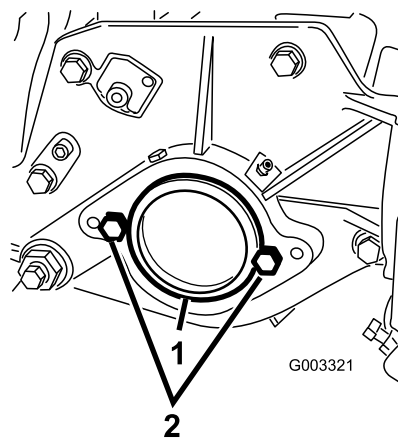

Figura 13
2. En el extremo derecho de la unidad de corte, retire el tapón de plástico del alojamiento del cojinete (Figura 13).
3. Retire los 2 tornillos de caperuza de la chapa lateral derecha (Figura 13).
la chapa lateral izquierda de la unidad de corte (Figura 13).